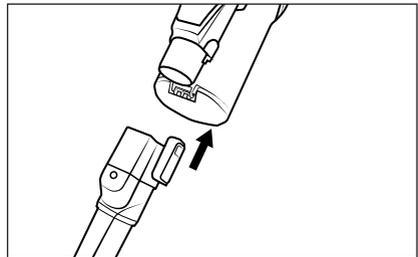

Fig. 14
- Utilisez l'embout meubles ①④ pour aspirer des surfaces textiles, p. ex. des canapés, matelas ou sièges de voiture. Montez l'embout meubles ①④ avant la première utilisation.
- ◆ Faites glisser l'accessoire sur le tube d'aspiration ②④ ou sur l'orifice d'aspiration de l'appareil jusqu'à ce qu'il s'enclenche de manière audible avec un bruit de clic (voir fig. 14). Veillez ce faisant à respecter la bonne position du verrouillage.